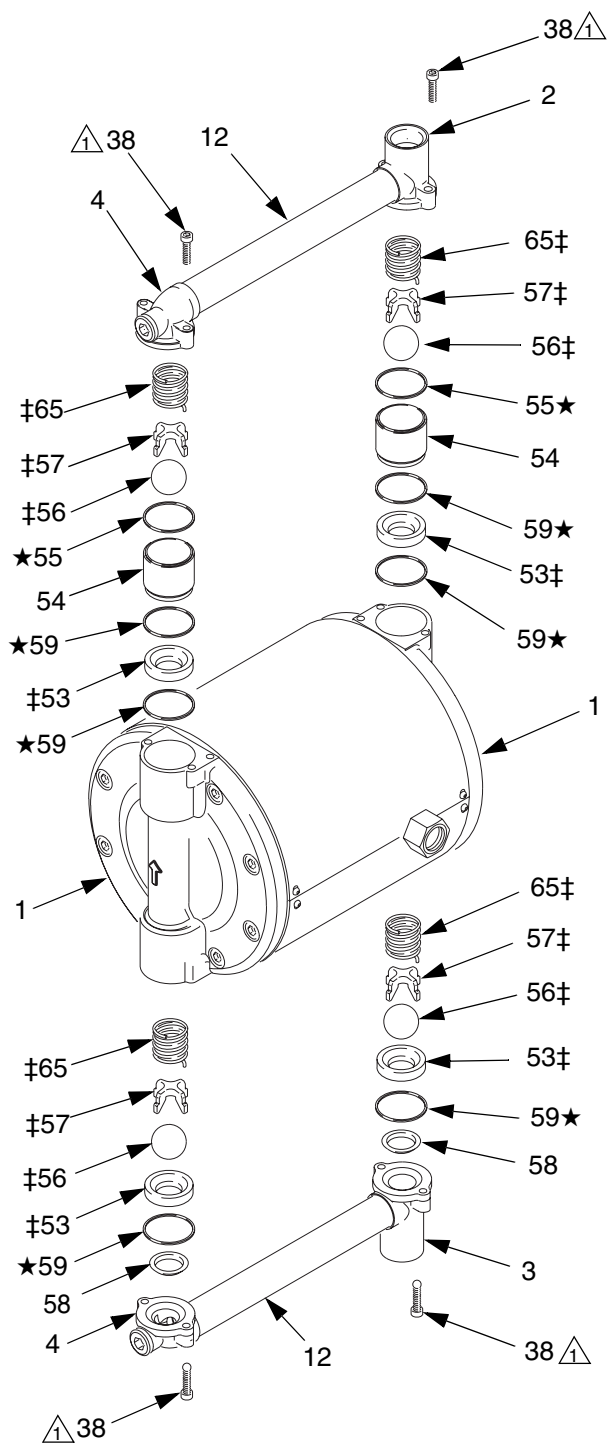

FIG. 8. De reduceerventielen vervangen
2. Verwijder de bouten (38) en haal de buizen in hun geheel van de pomp. Zie FIG. 8.
3. Verwijder de veren (65), kogelgeleiders (57), en kogels (56) van de uitlaatreduceerventielen (boven).
De inlaat- en uitlaatreduceerventielen moeten exact zoals is aangegeven in FIG. 8 worden geïnstalleerd: